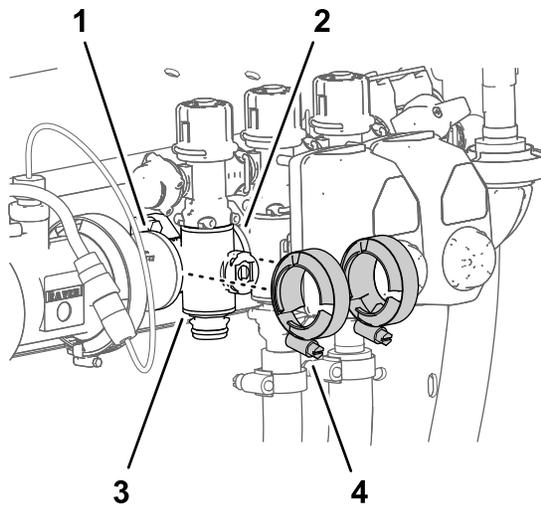

Figure 119
4. Fixez légèrement les colliers bride que vous avez déposés à la section Repose de la valve du collecteur de section de rampe \(page 86\) sur les brides du collecteur de vanne de section et les brides des autres vannes de section et/ou adaptateur d'accouplement (Figure 119).
7. Serrez les 2 colliers bride à la main (Figure 119).